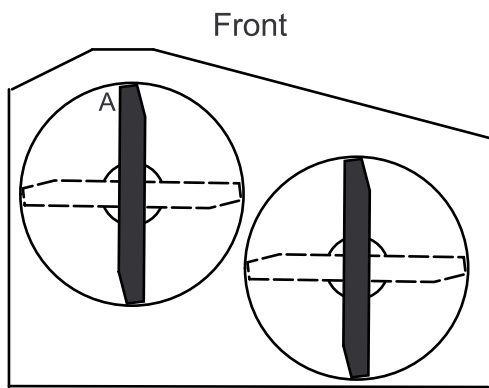

Figure 59
3. Placez la machine sur une surface plane, et tournez une lame dans le sens longitudinal. Mesurez au point **A** et entre la surface plane et le bord coupant des pointes des lames (Figure 59)